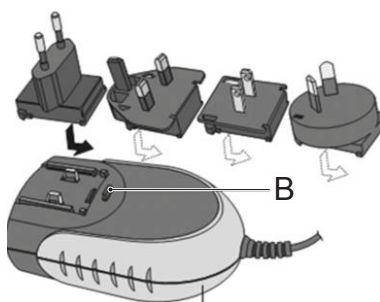

Fig. 3 Adaptadores para tomadas elétricas
Coloque o adaptador adequado sobre os dois contactos do transformador e empurre em direção ao travamento (B) até encaixar. Para mudar de adaptador, é necessário pressionar o travamento (B) (see Fig. 3).